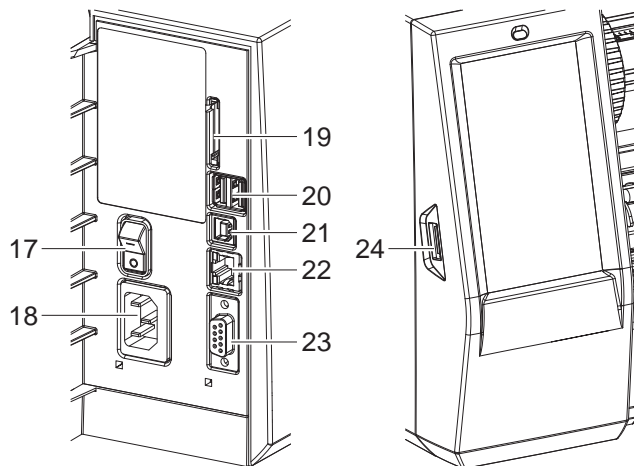

Figura 3 Conexiones
En Figura 3 se representan las interfaces y conexiones disponibles de serie.
2. Insertar el cable de red en la conexión de red (18/Figura 3).
- ▶ Activar la impresora mediante el interruptor de red (17/Figura 3).